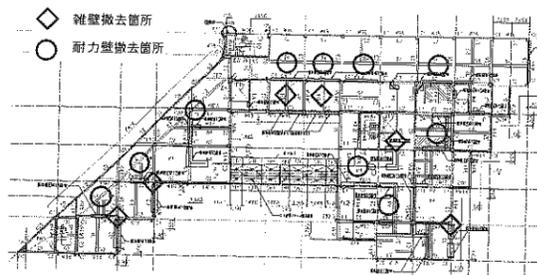
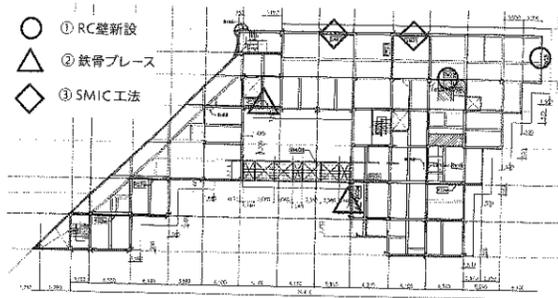

図6 既存2階 構造壁撤去部分
図7 主な追加構造補強 2階平面図
構造は耐震改修の経験のある東京と神戸に事務所のある(有)スパン設計事務所に依頼し設計を進めた。既存図面による簡易検討から始まり、次に既存躯体の調査とコンクリート抜き取り強度試験、非破壊検査による鉄筋の確認をした上で新しい平面計画での構造検討と耐震補強の内容を話し合いながら方法を決定した。既存は複雑な形状の躯体であり、個室化による平面の大幅変更により通路動線の確保、避難用開口部の確保（腰窓から掃出し窓へ）などから耐震要素を撤去する箇所も多く補強方法と補強箇所も検討を要した。2階を例に示すと、図6の○部分が既存躯体の耐力壁撤去部分になる。◇部分が雑壁の撤去部分を示す。新たな耐震要素として①RC壁新設（図7、8）、②鉄骨ブレース、③SMIC工法による開口部を残す補強（図7、9）を採用した。ほかにも④炭素繊維巻巻補強、⑤梁幅拡張補強を必要な箇所に施した。